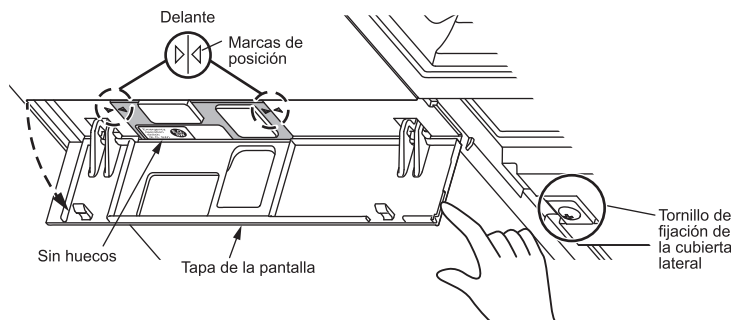

Fig. 9
- Abra la tapa de la pantalla y compruebe que las marcas de posición estén alineadas correctamente. (Fig. 9)
- Compruebe que no haya huecos entre el interruptor de accionamiento de emergencia (E.O.SW) y la cubierta lateral. (Fig. 9)
11. Sujete las cubiertas laterales I/D con los tornillos de fijación de la cubierta lateral que retiró en el paso 2. (Fig. 9)